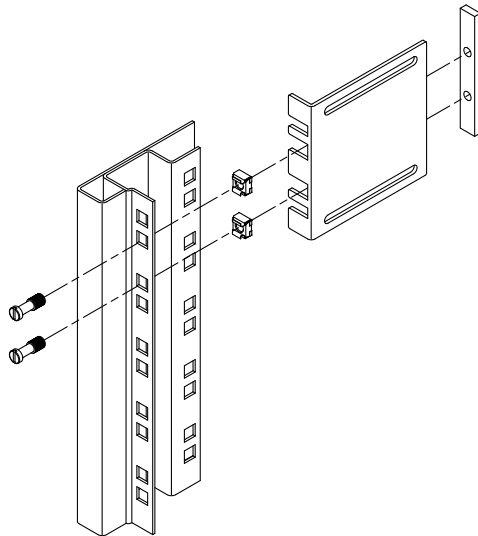

ABBILDUNG 3-10 Befestigen der Winkel am Rack
7. Heben Sie die kurzen Winkel an die gewünschte Position auf der Vorderseite des Racks und montieren Sie an jeder der vorderen vertikalen Rackstützen einen kurzen Winkel (ABBILDUNG 3-10).
Verwenden Sie jeweils zwei der M6-Schrauben mit Messingbund und der M6-Käfigmutter (falls erforderlich) sowie einen Gewindestreifen, um die Winkel zu befestigen (ABBILDUNG 3-10).
8. Heben Sie die langen Winkel an die gewünschte Position auf der *Rückseite* des Racks und montieren Sie an jeder der hinteren vertikalen Rackstützen einen langen Winkel (ABBILDUNG 3-10).